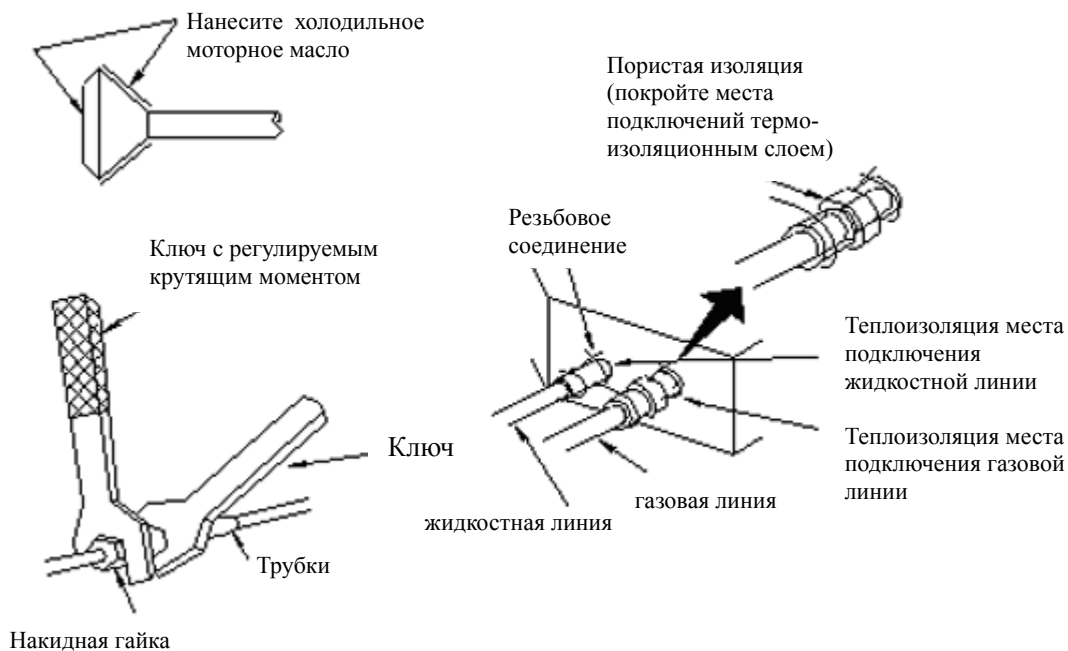

Рис. 3
- ☆ Подключая трубы холодильного контура (фреоновую трассу) к блоку, или отключая их, используйте одновременно обычный гаечный ключ и ключ с регулируемым крутящим моментом, как показано на рис. 3.
- ☆ Проверьте, нет ли утечки хладагента и герметично ли соединение труб. Затем теплоизолируйте трубы и места их подключения к внутреннему блоку (рис. 3).